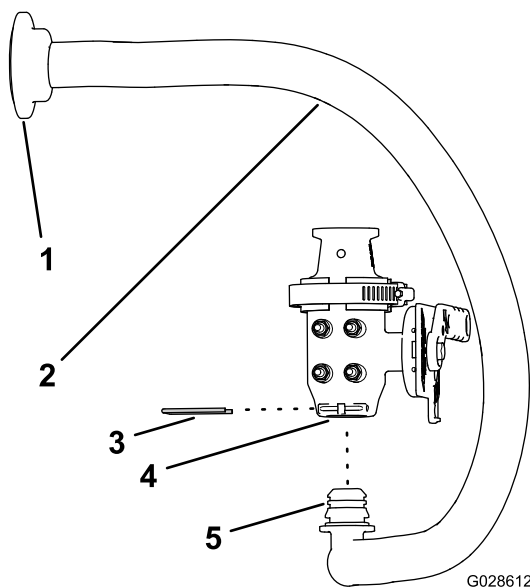

図 18
3. エダクタの給液 (サプライ) ホースの 90° エルボをエダクタバルブの下部に組み付ける 図 18。
4. リテーナを使ってエルボをバルブに固定する 図 18。